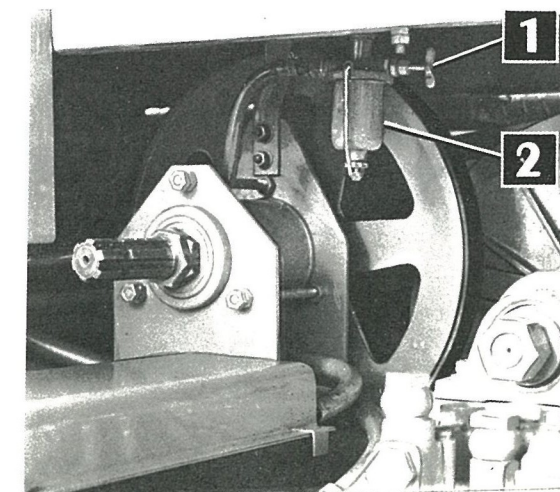

FIG. 4
- contrôler le niveau de combustible dans le réservoir et ouvrir le robinet d'alimentation se trouvant sous le siège du conducteur (1 - Fig. 4).